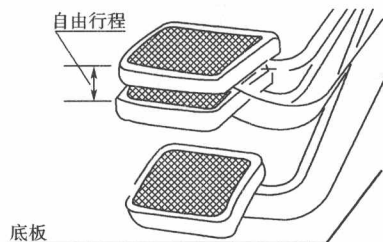

图 1-8 自由行程示意图
(1)离合器踏板自由行程:指离合器膜片弹簧内端与分离轴承之间的间隙在踏板上的反映,如图1-8所示。